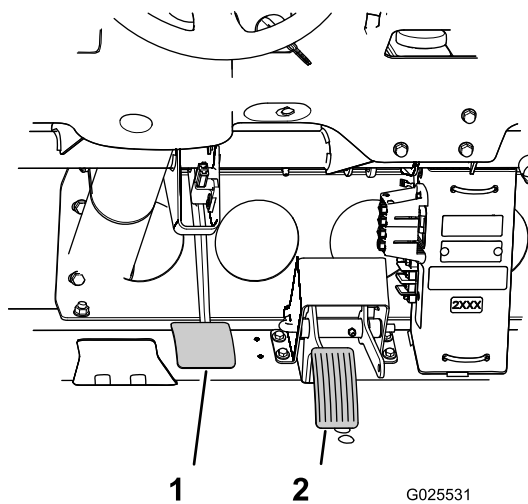

Figura 80
3. Tire hacia arriba del pedal de freno (Figura 80) hasta que entre en contacto con el bastidor.